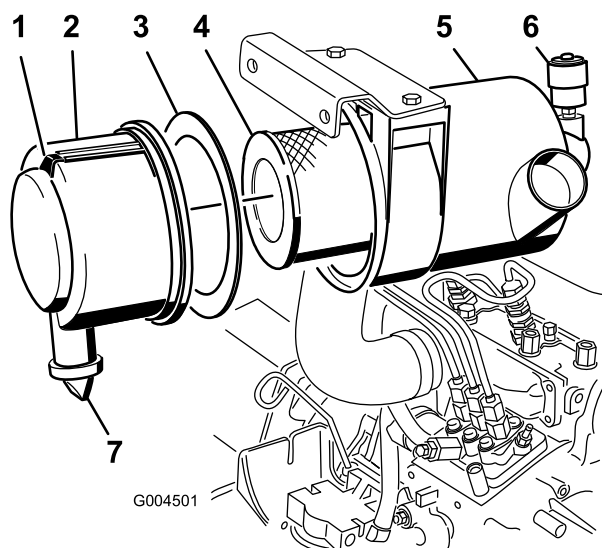

図 42
- ・ エア・クリーナの整備はインジケータ (図 42) が赤色になっていたら、または 400 運転時間ごと (非常にホコリのひどい場所で行っている場合にはよりひんばんに) 行ってください。エア・フィルタの整備のしすぎはかえってよくありません。
1. ラッチを引いて外し、カバーを左にひねってボディーからはずす (図 42)。
2. ボディーからカバーを外す (図 42)。
4. 1次フィルタ (図 42) を取り外して交換する。
6. カバーの内側に発泡樹脂製のガスケットが正しく (破損せずに) ついていることを確認する (図 42)。破損しているガスケットは交換する。
- A. カバーからゴム製の出口バルブを取り外す (図 42)。
10. インジケータ (図 42) が赤になっている場合はリセットする。